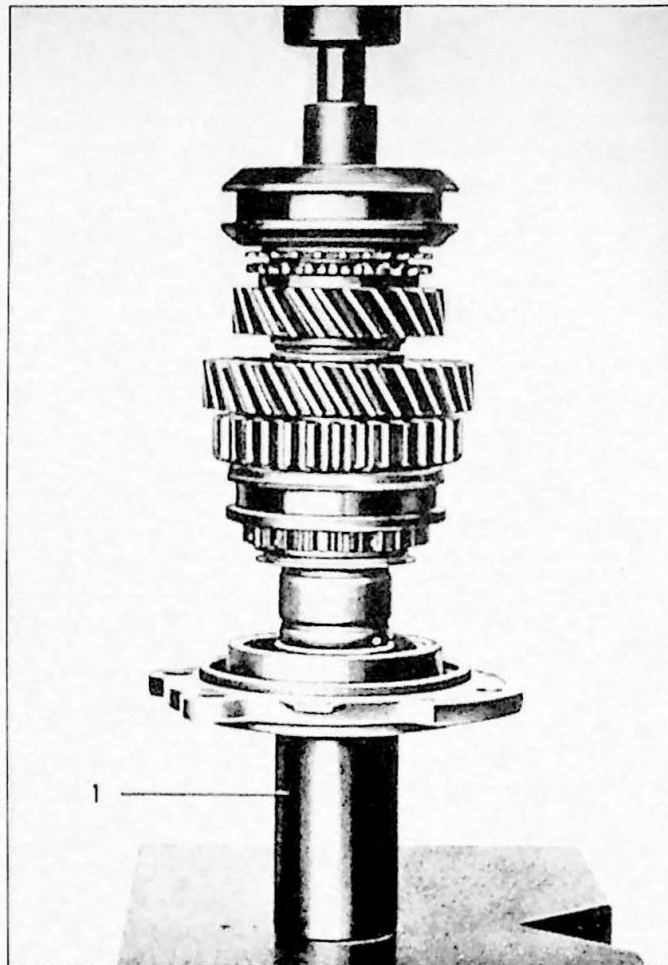

Fig. 6.15. Montage van het achterdeksel M31. 1. huls
- 4b. Versnellingsbak met overdrive (M31): Plaats het achterdeksel met kogellager op een huls (Fig. 6.15). Leg een aandrukplaat erop. Pers de as erin. Zoek een borgring van de juiste maat en monteer deze. Monteer de spie, de nok voor de oliepomp en een borgring.
Plaats achterdeksel en kogellager op een ring of huls (Fig. 6.15). Leg de drukplaat, tandwiel van de eerste versnelling en de synchronisatie-schoen erop. Pers de as erop. Neem een borgring die goed past en monteer deze. Monteer de spienok voor de oliepomp en een borgring.